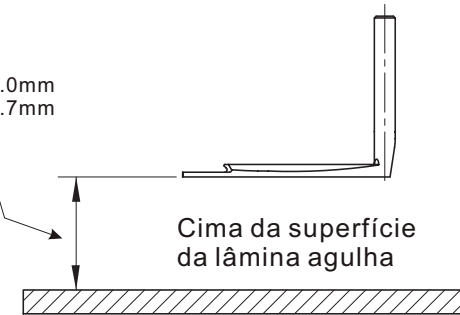

Fig. 74
4. A distância do distribuidor para a superfície da lâmina agulha está como isto é descrito: (Fig. 74)